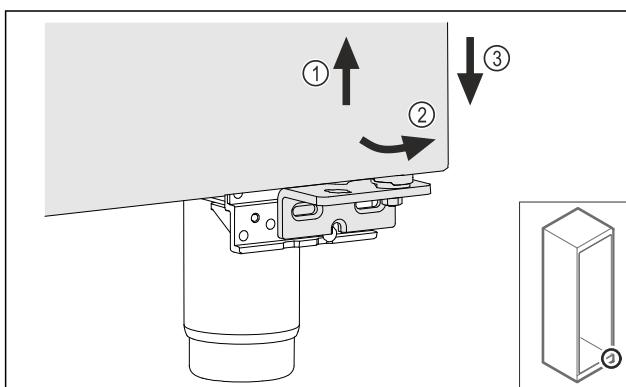

Fig. 24
- ▶ 将门稍微抬起 Fig. 24 (1)，底部向前倾斜 Fig. 24 (2) 并放下 Fig. 24 (3)。